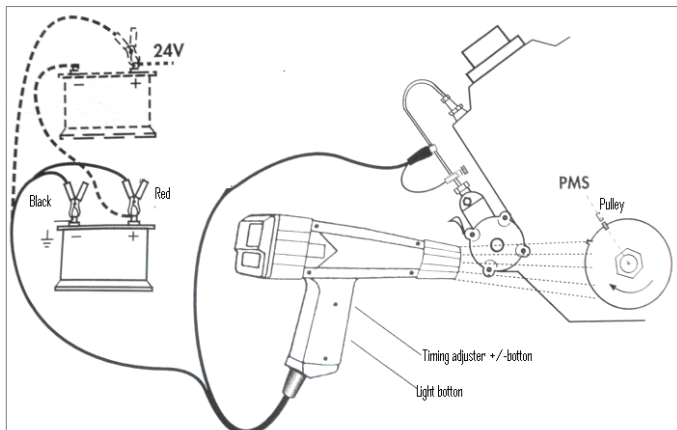

Abb. 12
- 4.4 Schliessen Sie die Stroboskoplampe wie in der Abbildung 12 dargestellt an.